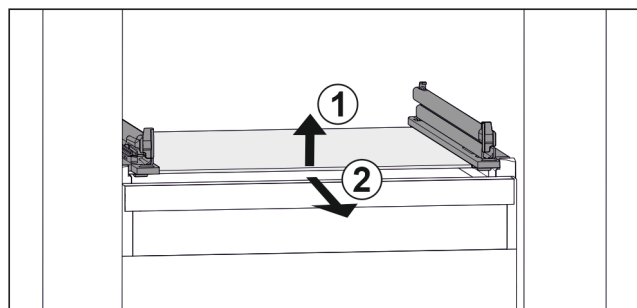

Fig. 41 Příklad znázornění skleněné desky
- ▶ Nadzvedněte skleněnou deskou vpředu. Fig. 41 (1)
- ▶ Vyjměte skleněnou deskou dopředu. Fig. 41 (2)